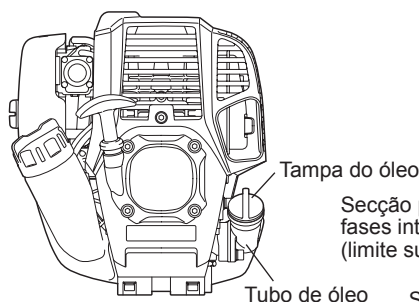

Fig. 1
- Defina o nível do motor, retire a tampa do óleo (Fig. 1) e verifique se existe ou não óleo no intervalo entre a marca de limite superior e de limite inferior do tubo de óleo (Fig. 2).